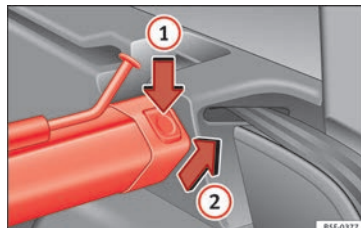

Fig. 167 Na bagageira: desmontar a rede de separação.
- Pressione o botão de desbloqueio esquerdo ou direito » Fig. 167 no sentido da seta ①.
- Retire a carcaça do suporte no sentido da seta » Fig. 167 ②.
- Pressione a carcaça nos suportes esquerdo e direito no sentido contrário ao da seta » Fig. 167 ② até que encaixe.